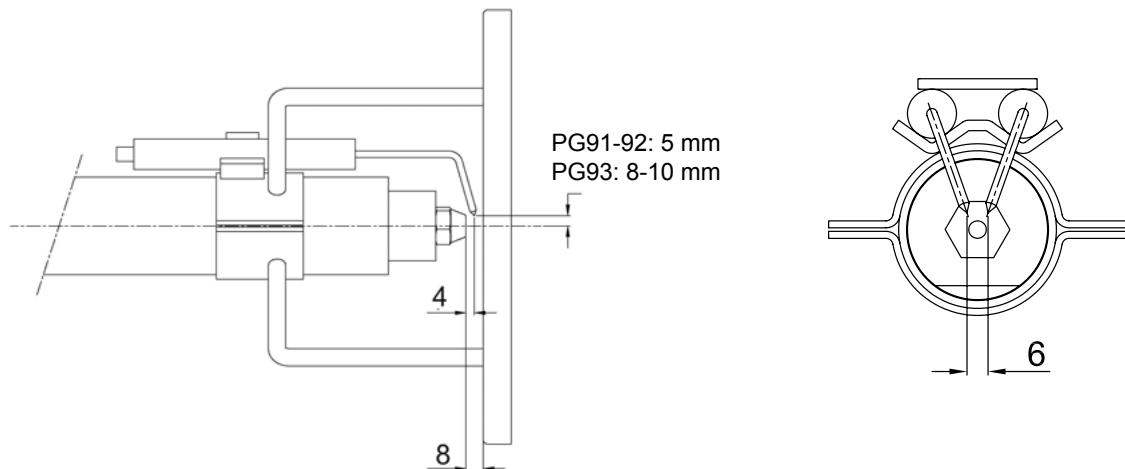

Рис. 24
- Разобрать, проверить и почистить головку сгорания (см. стр.28), при повторном монтаже тщательно соблюсти все размеры, указанные (см. Рис. 24).
- Проверить запальные электроды и соответствующие керамические изоляторы, почистить, при необходимости подрегулировать или же заменить их Рис. 24;
В целях обеспечения хорошего процесса горения, необходимо, чтобы были выдержаны размеры, указанные в Рис. 24. Перед тем, как вновь устанавливать головку сгорания на место, необходимо убедиться в том, что стопорный винт группы электродов хорошо затянут.
- 5) вынуть электрод и заменить его, выдерживая размеры, указанные на Рис. 24.